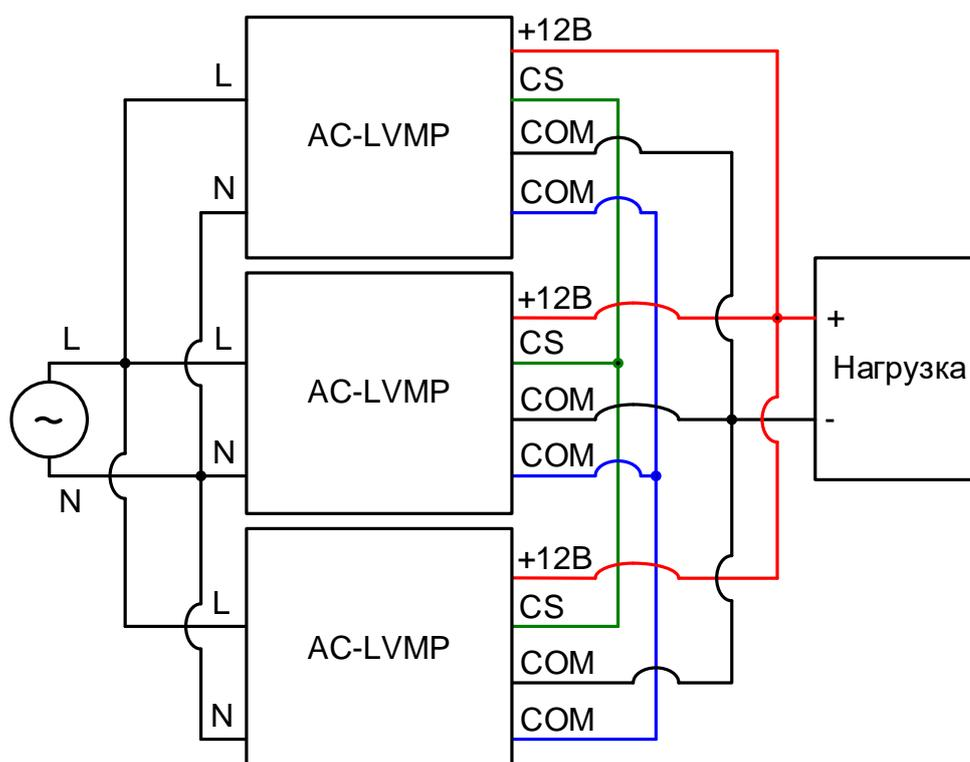

Рис.4. Схема подключения источников питания для работы на параллельную нагрузку.
Для работы на параллельную нагрузку необходимо объединить выводы S2 (CS) и G3/U4/S6 (COM сигнальный) всех источников питания (Рис.4). Длину соединительных проводов необходимо минимизировать.